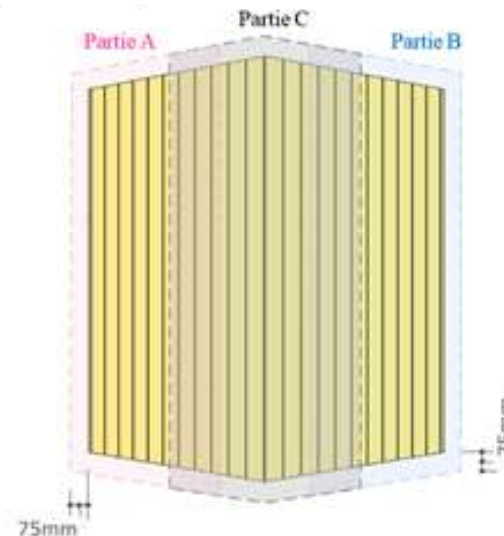

Fig.11b-Les tasseaux
- Fixez les caches moineaux des côtés 117x21mm sous les cadres triangulaires à l'aide des vis 40mm fournies (Fig.11b) : la feuillure est dirigée vers l'extérieur.